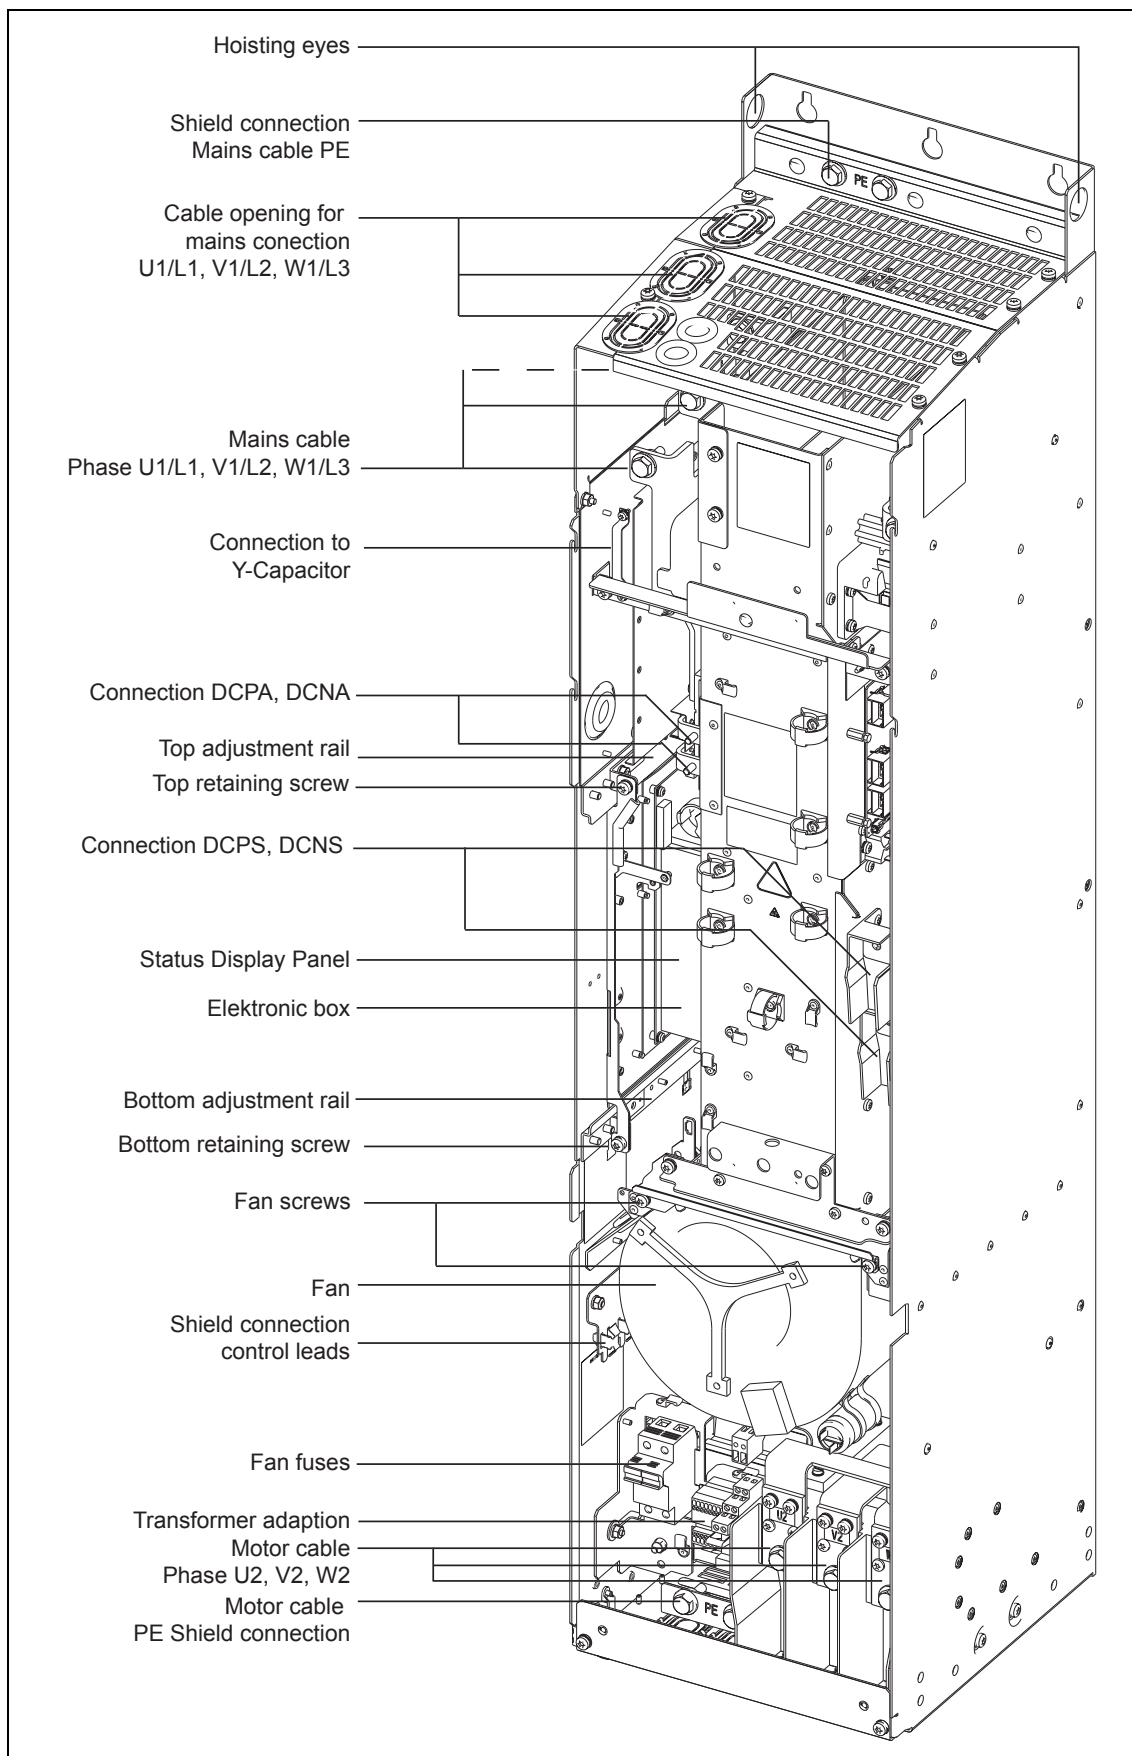

Fig. 2-6 Visão geral de conexão para Tamanho FX
- Terminais de conexão para Tamanho FX (Fig. 2-6)